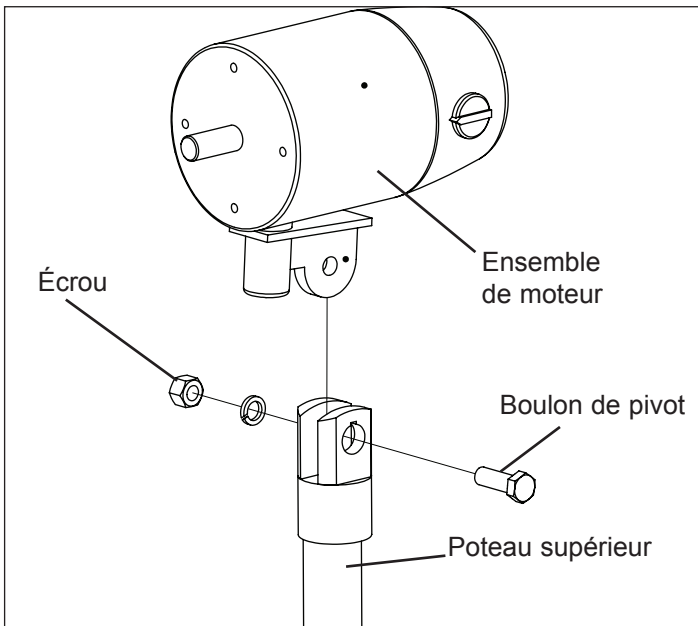

Figure 1 : Fixer le moteur sur son support
1. Retirer la base de la grille de protection arrière. Garder les deux (2) vis retenant la base sur la grille de protection arrière. Ces vis serviront à fixer la base et le tube inférieur.
5. Fixer le tube au complet sur la base. Aligner les trous et utiliser trois (3) vis du sachet de pièces et les deux (2) vis de l'étape 1 pour fixer le tube sur la base.
7. Monter l'ensemble moteur sur le connecteur du tube supérieur (voir Figure 1). S'assurer que les trous sont alignés.